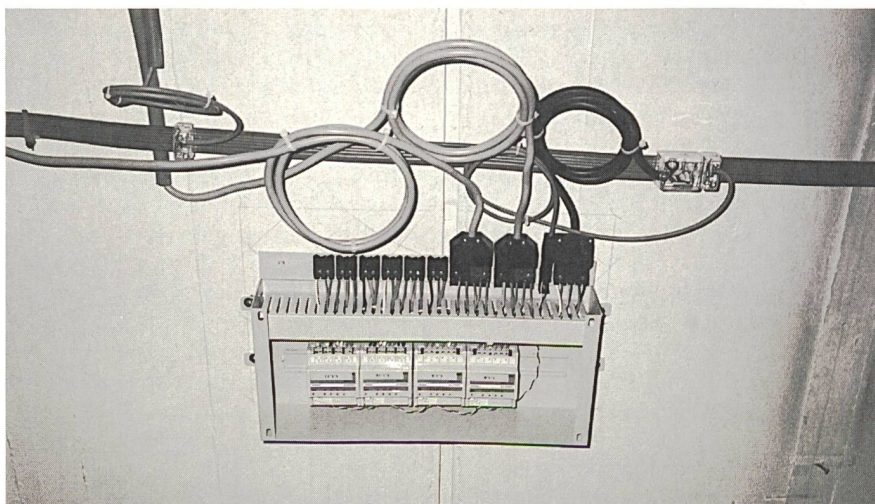

Bild 16 Deckenverteiler mit steckbaren Ein- und Ausgängen für EIB-Aktoren. Installation mit kombiniertem Flachkabel.
- Platzierung aller EIB-Aktoren in vorgefertigten Deckenverteilern (Bild 16)